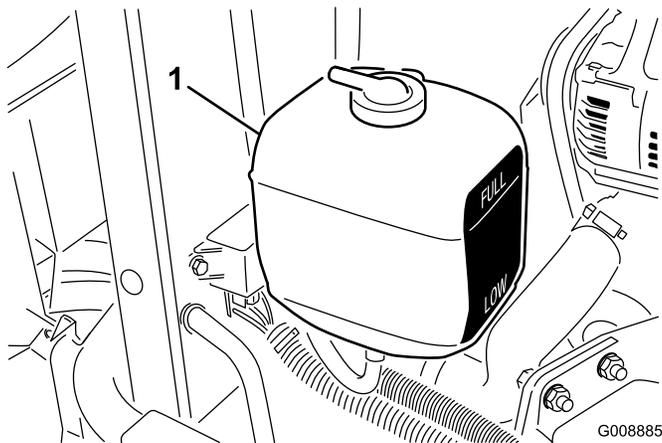

図 21
1. 補助タンクの冷却水量を点検する (図 21)。エンジンが冷えた状態で、タンク側面についている 2 本の線の間であれば適切である。